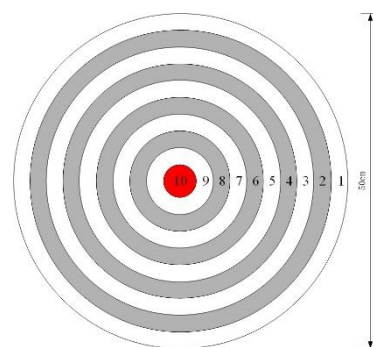

图 3 环形圆板
- (1) 拍摄所发现线缆异物上的条形码图片存储到 SD 卡，巡检结束后在显示装置上清晰显示，并能用手机识别此条形码内容。
- (2) 发现并拍摄杆塔 B 上的二维码图片存储到 SD 卡，巡检结束后在显示装置上清晰显示，并能用手机识别此二维码内容。
- (3) 拍摄每张条形码、二维码图片存储的照片数不得超过 3 张。
- (4) 停机状况下，在巡线机器人某一旋翼轴下方悬挂一质量为 100g 的配重，然后巡线机器人在图 3 所示环形圆板上自主起飞，并在 1 米高度平稳悬停 10 秒以上，且摆动范围不得大于 $\pm 25\text{cm}$ 。
- (5) 在测试现场随机选择一个简单飞行动作任务，30 分钟内现场编程调试完成飞行动作。
- (6) 其他。